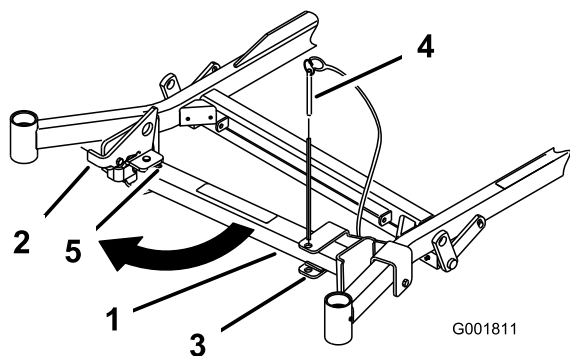
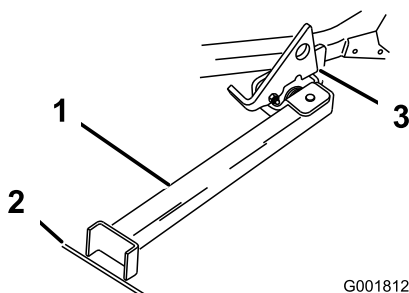

Figura 32
Figura 33
2. Retire el pasador del soporte (Figura 32).
3. Levante el enganche. Gire el pie del soporte hacia adelante, y deslice el soporte hacia la máquina, hasta que encaje en la parte de abajo de la ranura (Figura 32 y Figura 33).
4. Ponga el pie del soporte en el suelo con el enganche descansando sobre la pestaña de giro (Figura 33).
Nota: Para obtener los mejores resultados, coloque el pie del soporte en una ranura de la acera o en el césped (Figura 33).
6. Conduzca la máquina sobre el soporte. Pare cuando el enganche caiga por encima de la pestaña a la posición bloqueada (Figura 33). Una vez que esté sobre el soporte, ponga el freno de estacionamiento y apague el motor.
5. Ponga el soporte de nuevo en su posición de descanso (Figura 32).